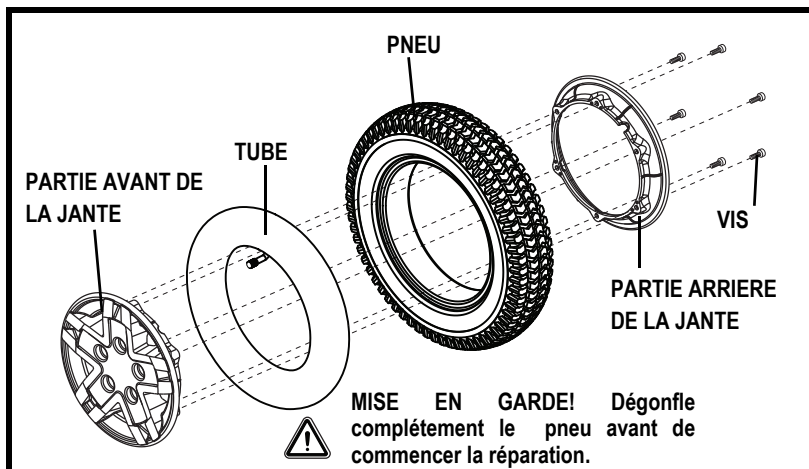

Figure 25. Roue motrice Lightning en pièces
6. Retirez les vis qui retiennent les deux parties de la jante ensemble. **Voir la figure 25.**
10. Réinstallez les cinq (5) écrous de roue sur le moyeu et resserrez.